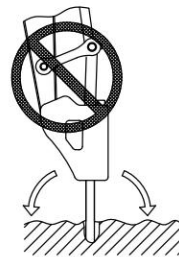

Figura 5-13
- f) Nunca balance a haste de perfuração quando ela tiver penetrado no rocha (como mostrado na Figura 5-13);